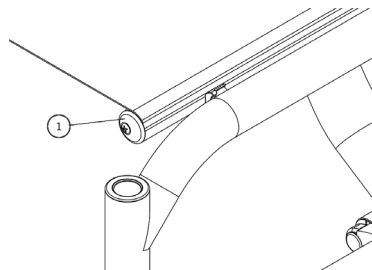

Fig. 21
- Rimuovete il tappo di chiusura (1) (Fig. 21)
- Installate di nuovo il tappo di chiusura (1).